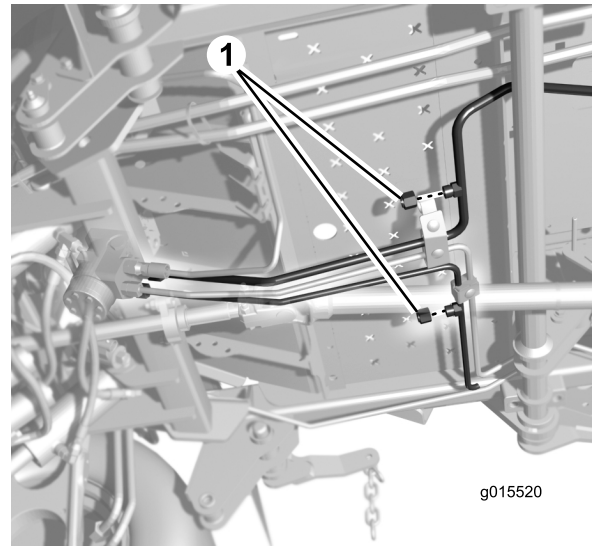

Figura 8
- Coloque un recipiente debajo de los tapones de los tubos hidráulicos (Figura 8).
- Retire los tapones de los tubos hidráulicos de la máquina (Figura 8). Retire un tapón a la vez mientras instala cada tubo para evitar una pérdida excesiva de fluido hidráulico.